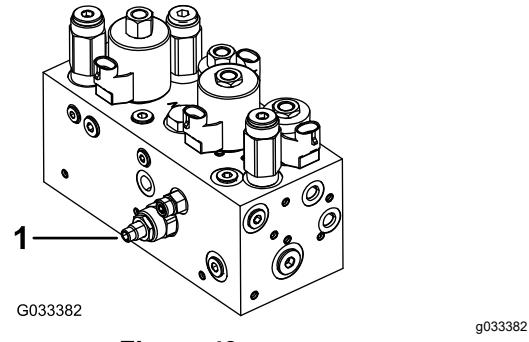

Figura 49
Il circuito di sollevamento/abbassamento degli apparati di taglio è provvisto di una valvola di regolazione del flusso (Figura 49). Questa valvola è preimpostata in fabbrica a circa 3 giri di apertura, ma può essere necessario regolarla per compensare le differenze di temperatura del fluido idraulico, velocità di tosatura, ecc.
1. Alzate il sedile e individuate la valvola di regolazione del flusso per il telaio di trazione centrale (Figura 49) situata sul lato del collettore idraulico.